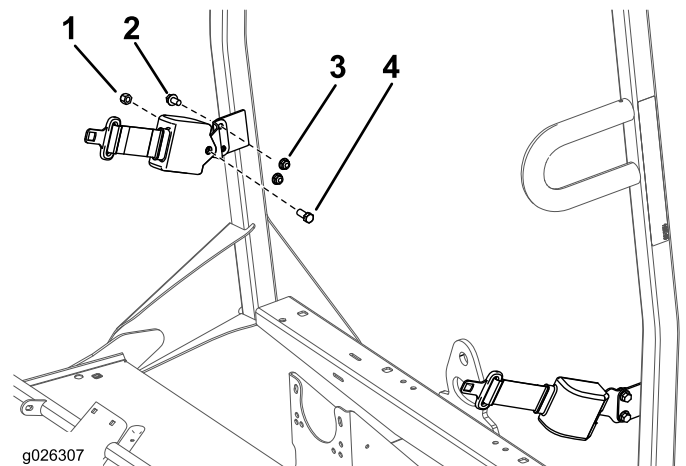

Figure 7
1. Montez un support d'ancrage de ceinture de sécurité sur chaque patte du ROPS au moyen de 2 boulons (3/8 po) et 2 écrous (3/8 po) (voir Figure 7).
2. Fixez l'extrémité rétractable de chaque ceinture de sécurité à chaque support d'ancrage au moyen d'un boulon (7/16 po) et d'un écrou (7/16 po) (Figure 7).